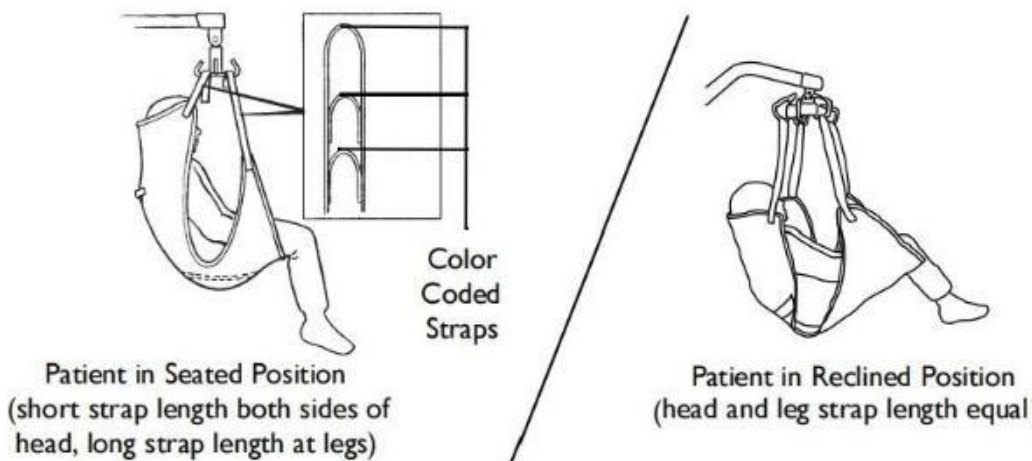

**FIGURA 1.3** Fijación del arnés de una sola pieza al elevador de pacientes
**NOTA:** Para este procedimiento , consulte la FIGURA 1.3.